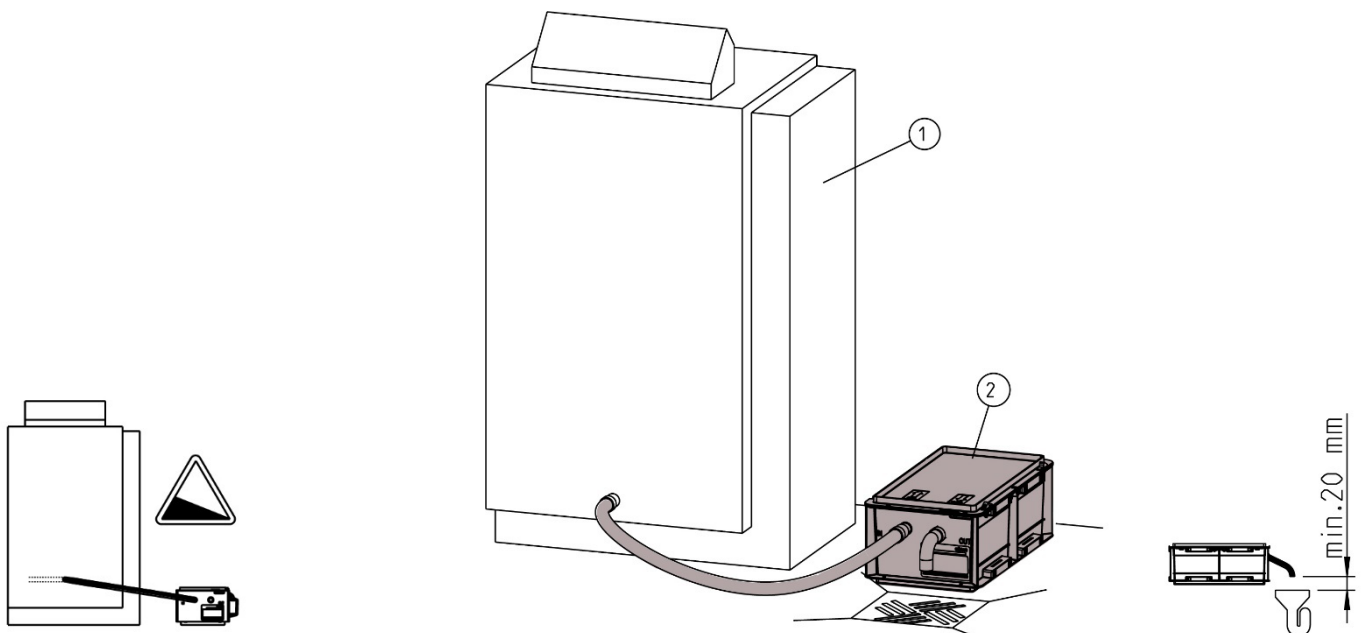

Abb. D-1: Einbaubeispiel
- Der Ablaufschlauch darf nicht direkt mit dem Kanalrohr verbunden werden um eine rückwirkende Verkeimung vom Kanal in die Anlage zu vermeiden (siehe Abb. D-1).
- Zulaufschlauch mit Gefälle zur Neutralisationsanlage und Ablaufschlauch mit Gefälle zum Kanal verlegen (siehe Abb. D-1). Schläuche nicht knicken!
- Bei der AF-5 ist am Zulaufanschluss ein Siphon mit einer Sperrhöhe von 46 mm integriert. Deshalb darf hier kein zusätzlicher Siphon vorhanden sein und der Zulaufschlauch muss mit Gefälle verlegt werden (siehe Abb. D-1).